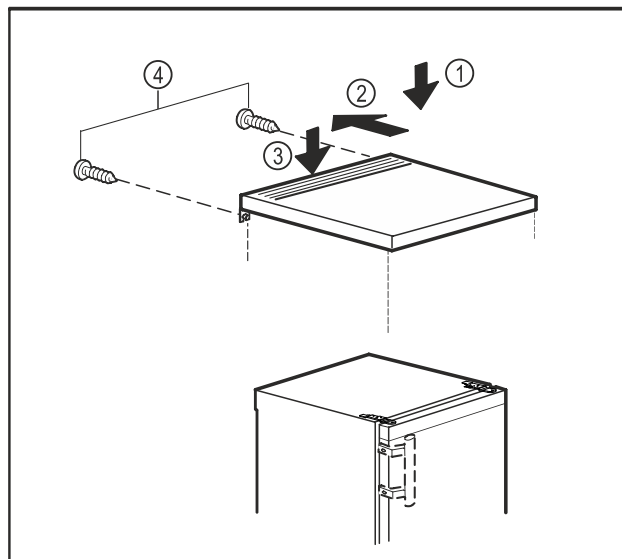

Fig. 11
- Položite mizno ploščo na napravo. Fig. 11 (1)
- Mizno ploščo potisnite nazaj. Fig. 11 (2)
- Mizno ploščo potisnite zadaj navzdol. Fig. 11 (3)
- Trdno privijte vijake na zadnji strani. Fig. 11 (4)